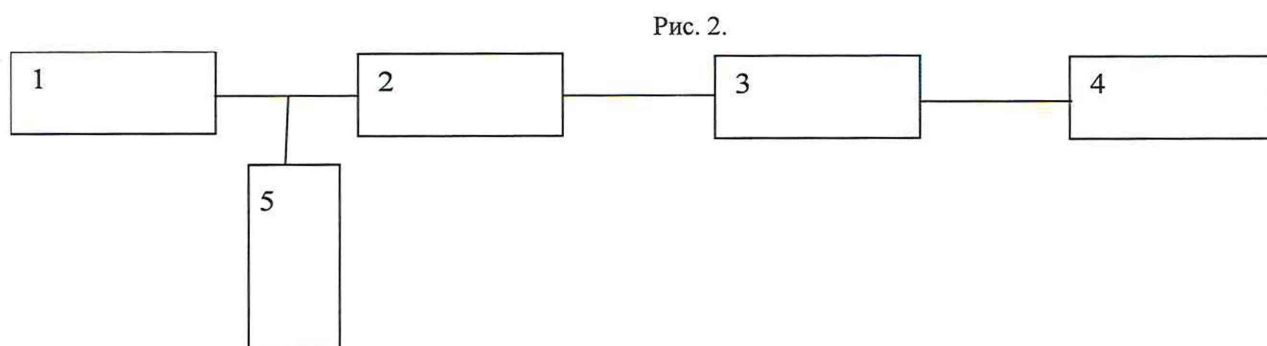

Рисунок 2
9.2.2.1 Подсоединить эквивалент вибропреобразователя ЭКВ-110 к испытываемому ИЕРЕ каналу прибора ЭКОФИЗИКА-500. Подключить выход BNC+ генератора (сигнал генератора выключен) через тройник к входному BNC разъему ЭКВ-110 согласно схеме подключения рис.2. При наличии нескольких входов подобного типа, испытания проводят для каждого входного канала по отдельности. Второй выход тройника подключить к мультиметру.